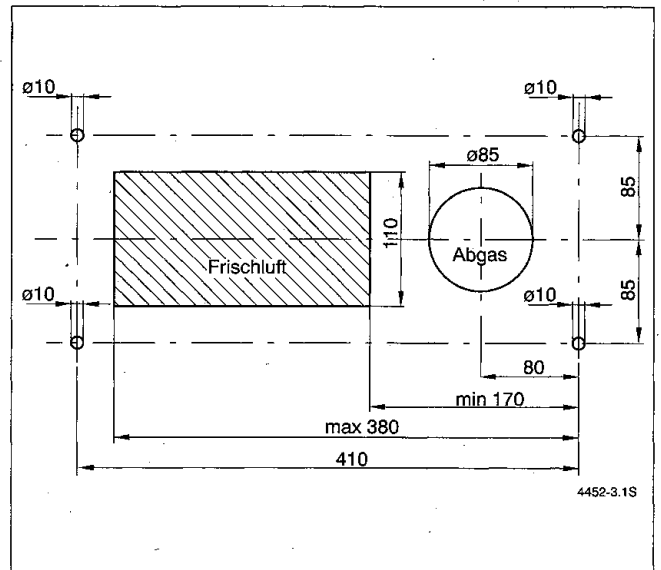
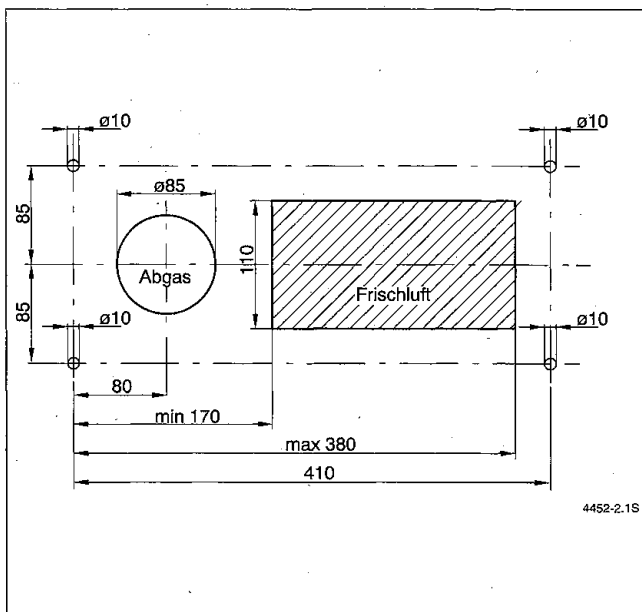

Bild 10
Bild 9
- Montageanschlußplatte (13) nach Installationsanleitung montieren.
- Bohrung mit  $\varnothing 110$  mm oder eine quadratische Öffnung mit mindestens  $10 \times 10$  cm am Luftschacht des Bestands-LAS anbringen (Bild 9 oder Bild 10).
- Bohren Sie die Befestigungslöcher ( $\varnothing 10$ ) entsprechend Bild 9 oder Bild 10.